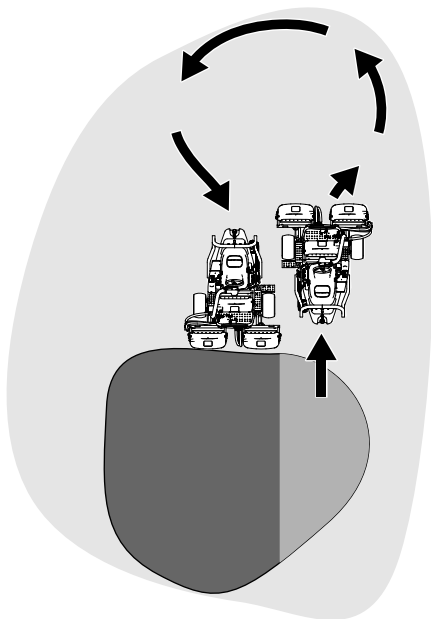

Bild 22
6. Verkürzen Sie die Betriebszeit und vereinfachen Sie das Ausrichten für den nächsten Durchgang, indem Sie die Maschine vorübergehend in die entgegengesetzte Richtung und dann in die Richtung des ungemähten Teils drehen. Führen Sie eine tränenförmige Wende durch (**Bild 22**), um die Maschine schnell für den nächsten Durchgang auszurichten.